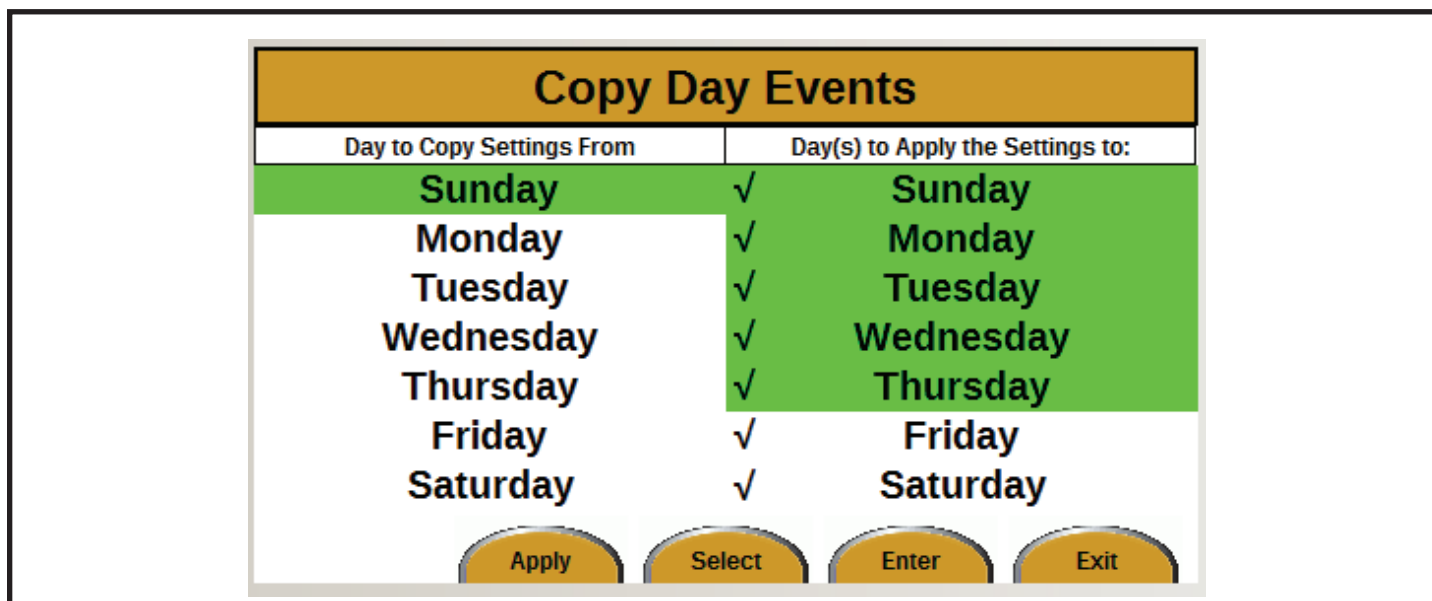

Figure 8
4. Appuyer sur le bouton Copy Day (Copier la journée). L'écran Copy Day Events apparaîtra (see Figure 8).
Dans la Figure 8, les réglages pour Dimanche seront copiés aux autres six jours.